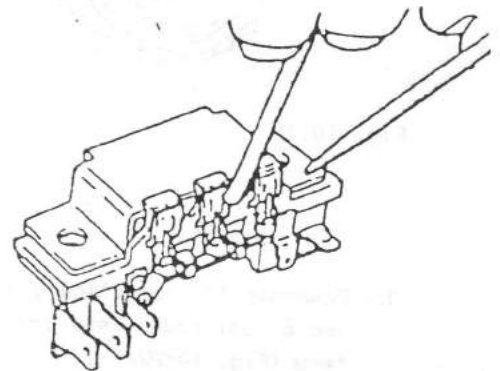

Fig. 10.18 Prueba diodos negativos
- 3.- Conecte la lámpara de prueba entre cada terminal de fase y el protector térmico, como se muestra en la fig. 10.18